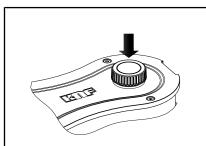

Abb.5: Ein-/Ausschalten der Pumpe
- Schalten Sie die Pumpe durch Drücken des Dreh-/Druckknopfs ein (siehe Abb. 2/3, siehe Abb. 5).
- Schalten Sie die Pumpe mit Dreh-/Druckknopf aus (siehe Abb. 5).